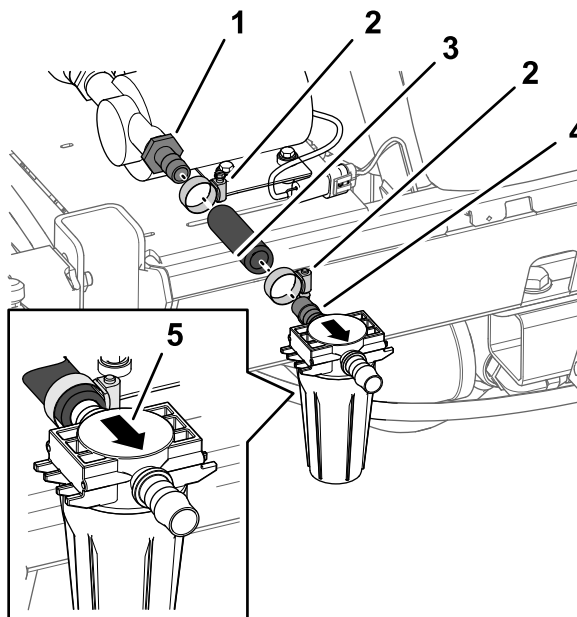
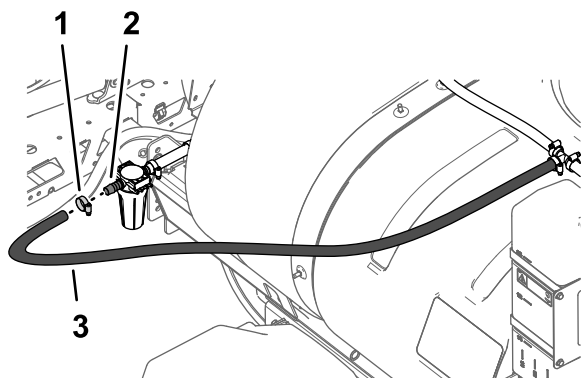

Figura 29
Figura 30
2. Monte o tubo 17,8 cm que cortou em **Cortar o tubo (página 5)** na união reta estriada exterior da bomba do depósito de lavagem uma abraçadeira de tubos e aperte a abraçadeira à mão (**Figura 29**).
3. Monte, sem apertar, a união reta estriada na entrada da cabeça do filtro (montagem do filtro) no tubo de 17,8 cm com uma abraçadeira de tubos (**Figura 29**).
- Monte a extremidade livre do tubo 1,9 x 180 cm na união reta estriada na saída da cabeça do filtro com uma abraçadeira de tubos (**Figura 30**).
- Ajuste a posição da cabeça do filtro de forma a que a taça do conjunto do filtro fique na vertical e aperte as duas abraçadeiras à mão (**Figura 29** e **Figura 30**).